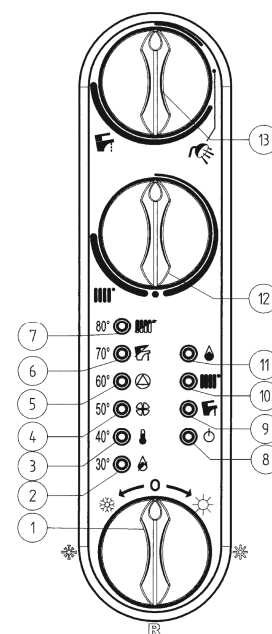

Рис.1
- 3) поставить переключатель режимов «лето-зима» (рис. 1, позиция 1) в нужный режим: ☀ - лето, ❄ - зима;
- 4) установить регуляторы температуры воды контура отопления (рис. 1, позиция 12) и контура ГВС (рис. 1, позиция 13) на выбранные значения. Для увеличения температуры повернуть регулятор по часовой стрелке, для уменьшения – против часовой стрелки.
Для регулировки температуры в комнате, можно использовать комнатный термостат. Если комнатный термостат не установлен, температуру в комнате можно регулировать ручкой регулирования температуры воды в системе отопления (позиция 12, рис.1). Чтобы увеличить температуру, поверните ручку по часовой стрелке, а чтобы уменьшить – против часовой стрелки. Электронная модуляция обеспечивает нагрев воды до установленной температуры, изменяя подачу газа к горелке в зависимости от реальной потребности в теплообмене.
Газовый клапан снабжен устройством электронной модуляции пламени, которое срабатывает по сигналу регулятора температуры воды в контуре ГВС (рис. 1, поз. 13).